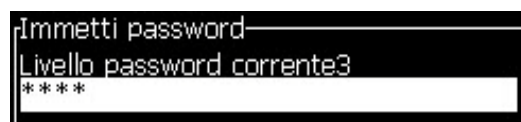

Figura 4-3: Livello password 0
- 2 Premere *Alt + w*. Selezionare l'opzione *Immetti Password* (vedi Figura 4-2), quindi premere il tasto *Invio*. A questo punto, appare la schermata *Enter Password (Immetti password)* (vedi Figura 4-3).